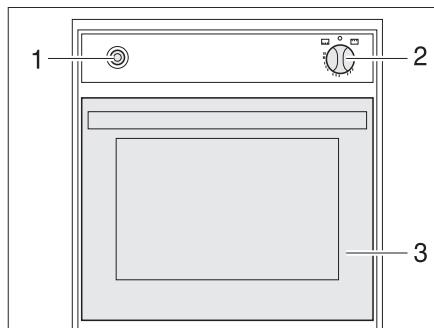

Fig. 127 Horno de gas
- Abrir la puerta del horno (Fig. 127,3) completamente.
- Presionar ligeramente el regulador giratorio (Fig. 127,2) y ponerlo en "".
- Presionar el regulador giratorio (Fig. 127,2) y mantenerlo presionado por 5 a 10 segundos. El gas circula hacia el quemador.
- Presionar el interruptor de encendido (Fig. 127,1) tantas veces como sean necesarias para que arda la llama.
- Girar el regulador giratorio (Fig. 127,2) a "". La llama se apaga.